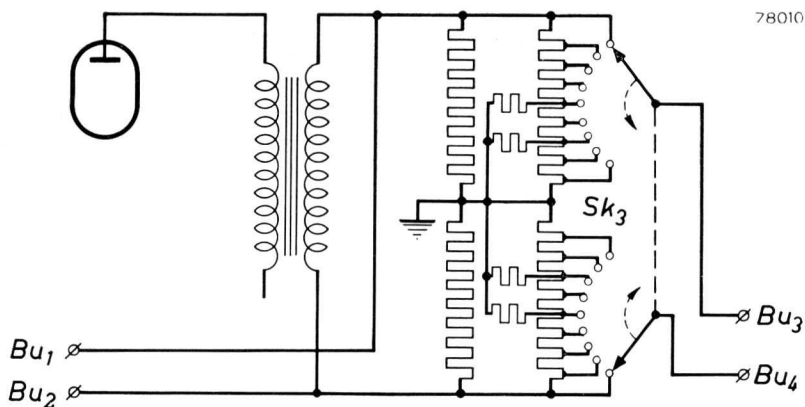

Fig. 3
4. Stand „SYM.”: Ook hier is de anodespanning van de indicator uitgeschakeld. Tevens is de secundaire wikkeling niet geard. In de stand „I-II” van  $Sk_1$  is een symmetrische spanning afneembaar; het elektrisch midden van de verzwakker is geard (zie fig. 3).
Moet de uitgangsspanning asymmetrisch ten opzichte van aarde zijn, dan zet men  $Sk_2$  in de stand „ASYM.”. De bussen  $Bu_2$  en  $Bu_4$  zijn nu geaard (zie ook fig. 2). Bij het opbouwen van meetschakelingen met gebruikmaking van de GM 2308 moet men er rekening mee houden, dat op  $Bu_4$  een (zeer geringe) wisselspanning ten opzichte van de overige geaarde klemmen aanwezig is. Met  $Sk_2$  in de stand „SYM.” is de uitgangsspanning (zowel aan  $Bu_1$  en  $Bu_2$  als aan  $Bu_3$  en  $Bu_4$ ) symmetrisch ten opzichte van aarde (zie ook fig. 3). Geen van de bussen  $Bu_1$ ,  $Bu_2$ ,  $Bu_3$  of  $Bu_4$  mag men nu aan aarde leggen of met een punt verbinden, dat een vaste potentiaal tegen aarde heeft.